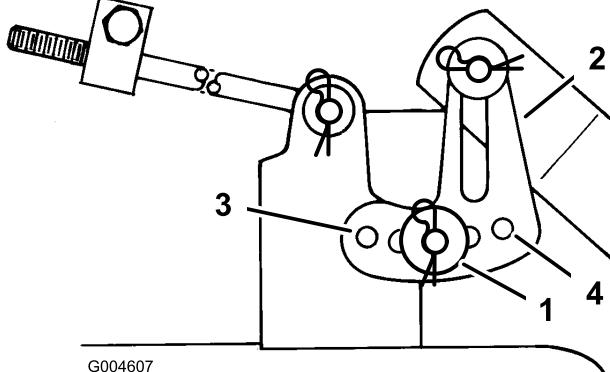

Figure 45
11. Enlevez la goupille fendue et la rondelle de la patte de mise à niveau (Figure 45).
12. Fixez la patte de mise à niveau dans un autre trou à l'aide de la rondelle et de la goupille fendue (Figure 45).